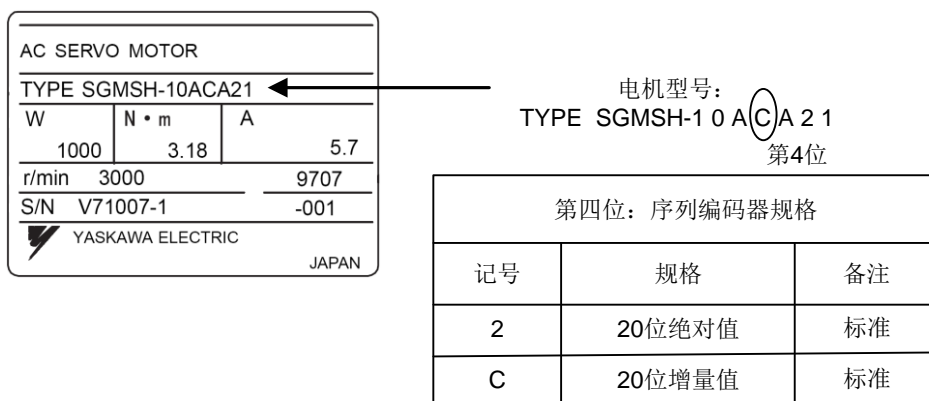

图 3-3 伺服电机铭牌-编码器分辨率
编码器分辨率 (F)：伺服电机轴旋转一圈所需脉冲数。查看伺服电机的铭牌，并对应驱动器说明书即可确定编码器分辨率。如图 3-3 所示为安川 SGMSH 型号电机铭牌，其中电机型号中第四位是序列编码器规格，该电机分辨率为 2^{20} ，即 1048576。